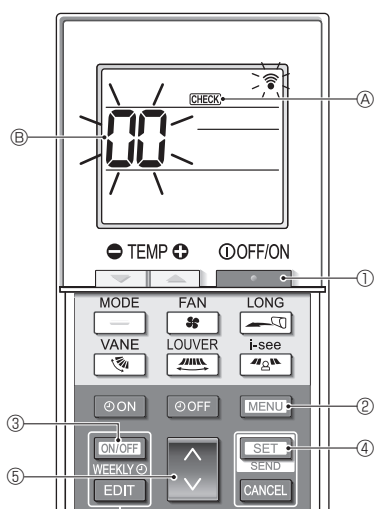

Fig. 7-6
- Щоб зупинити тестовий прогін, натисніть кнопку [УВІМК./ВИМК.] ①.
■ Самодіагностика (Fig. 7-6)
- Натисніть кнопку [УВІМК./ВИМК.] ① для зупинки кондиціонера.
- Якщо ввімкнено тижневий таймер (увімкнено режим WEEKLY), натисніть кнопку [ON/OFF WEEKLY] ③, щоб його вимкнути (режим WEEKLY вимкнено).
- Натисніть і тримайте кнопку [MENU] ② протягом 5 секунд.
- Натисніть кнопку [] ⑤, щоб вибрати адресу холодоагенту (адресу M-NET) ⑥
- Натисніть кнопку [SET] ④.
- Натисніть кнопку [УВІМК./ВИМК.] ①.
- Зникають напис CHECK ④ і адреса холодоагенту (адреса M-NET) ⑥ — самодіагностика завершено.